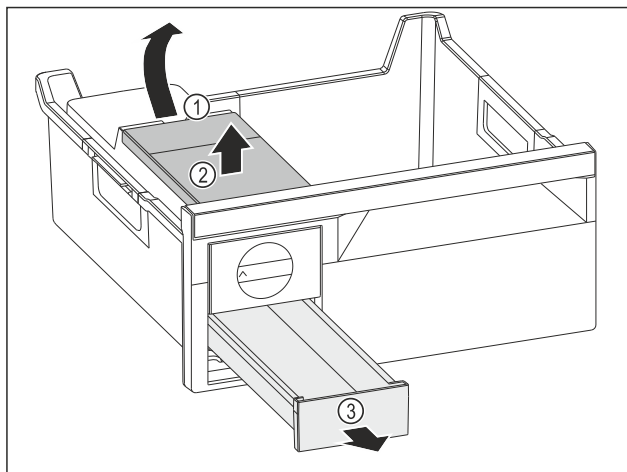

Fig. 116
- ▶ Estrarre il serbatoio dell'acqua: Sollevare il serbatoio dell'acqua nel vano Fig. 116 (1).
- ▶ Estrarre il serbatoio dell'acqua Fig. 116 (2) verso l'alto.
- ▶ Estrarre il cassetto del ghiaccio Fig. 116 (3) in avanti.